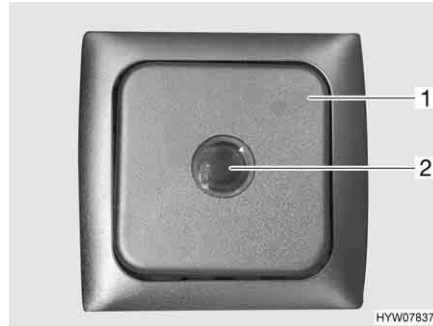

Bild 172 Schalter für elektrische Fußbodenheizung
- Den Wippschalter (Bild 172,1) drücken. Die Kontroll-Leuchte im Schalter (Bild 172,2) leuchtet.
- Den Wippschalter (Bild 172,1) drücken. Die Kontroll-Leuchte (Bild 172,2) im Schalter erlischt.